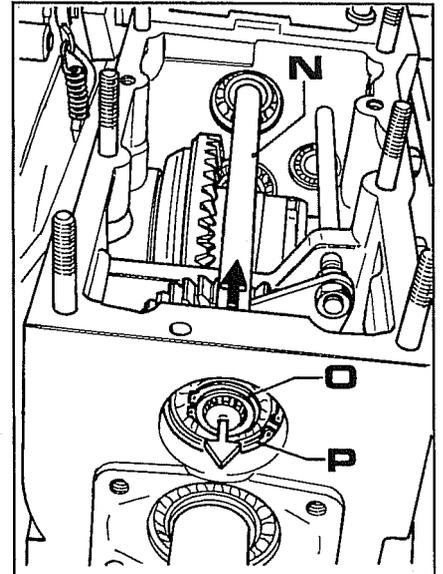
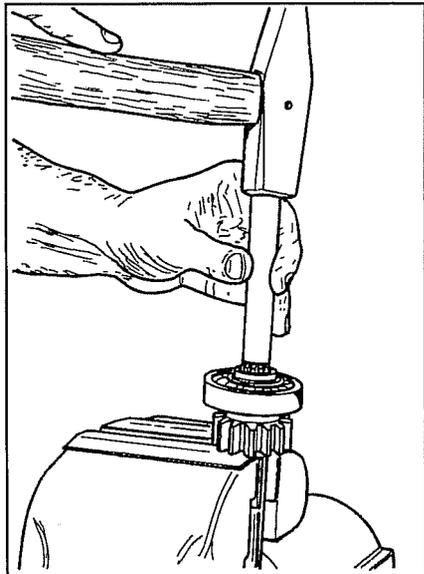
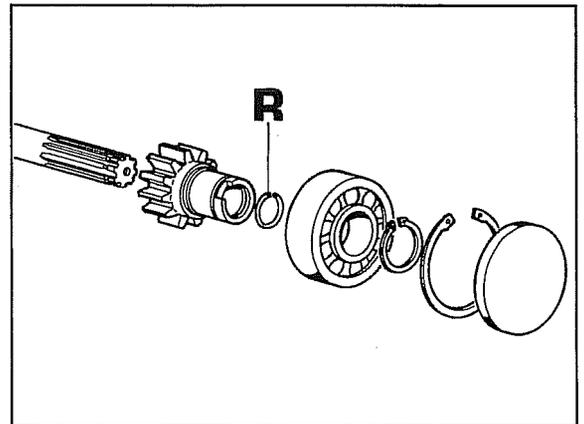

Abb. 12
Abb. 13
Abb. 14
2. Bei der 2000er Zapfwelle die Welle **N** Abb. 12 nach vorne, dem schwarzen Pfeil folgend herausziehen, dann den Seegerring **O** herausnehmen, um das Zahnrad vom Lager abzuziehen.
Bei der 1000er Zapfwelle dagegen den Seegerring **P** Abb. 12 herausnehmen.
Die Welle **N** zusammen mit Lager und Zahnrad in der Richtung des weißen Pfeils von Abb. 12 nach hinten herausziehen, um dann die Welle aus dem Zahnrad zu ziehen, wie in der Abb. 13 gezeigt ist.
Hinweis - Bei dem Vorgang von Abb. 13 wird man feststellen, daß zwischen Welle und Zahnrad ein Sprengring (**R** Abb. 14) vorhanden ist. Beim Herausziehen öffnet sich dieser Ring auf dem Zahnrad etwas und gestattet dabei das Herausziehen der Welle.